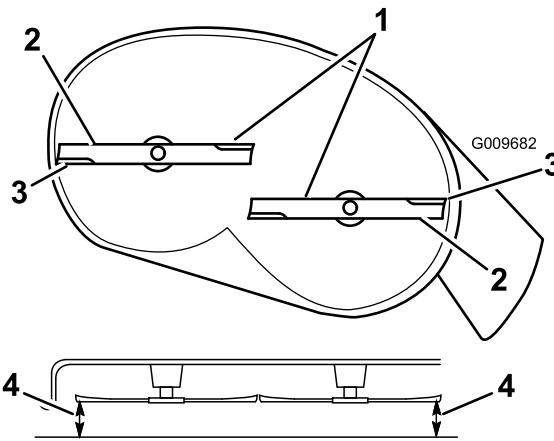
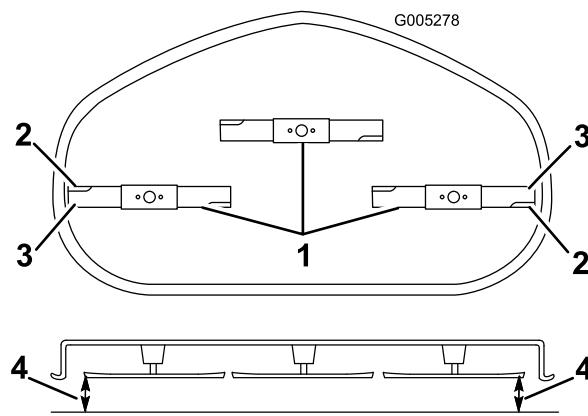

Figura 46
Figura 47
- Gire cuidadosamente las cuchillas hasta que estén todas orientadas lateralmente (Figura 46 y Figura 47).
- Mida entre los bordes de corte exteriores y la superficie plana (Figura 46 y Figura 47). Si hay una diferencia de más de 5 mm (3/16 pulg.) entre ambas dimensiones, se requiere un ajuste; siga con este procedimiento.